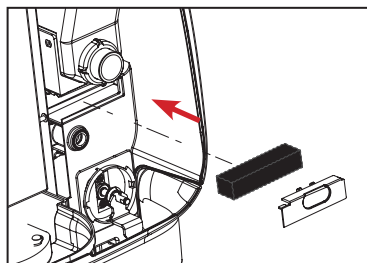

Bild 2
1. Byt filtret och dess kåpa. (Se bild 2)